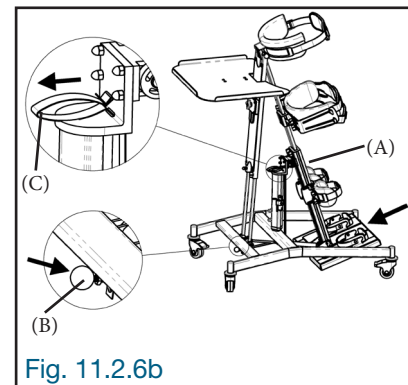

Fig. 11.2.6b
Pour remettre l'appareil à la verticale, faire une légère pression avec le bout du pied sur le levier (B) ou tirer sur la sangle d'activation (C) puis pousser sur le châssis (A) afin de le ramener à la verticale. Relâcher la pression sur le levier (B) une fois le châssis (A) à la position verticale (Fig. 11.2.6b).